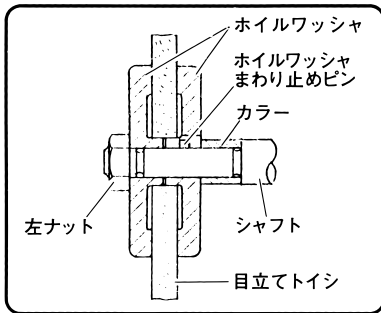

図 8
1. 目立てアタッチメントご使用の際は、必ずカラーをシャフトに挿入してからホイルワッシャ、目立てトイシを取付けてください。(図8)
2. カラー挿入後、必ずホイルワッシャまわり止めピンをシャフトの穴に取付けてください。(図8)